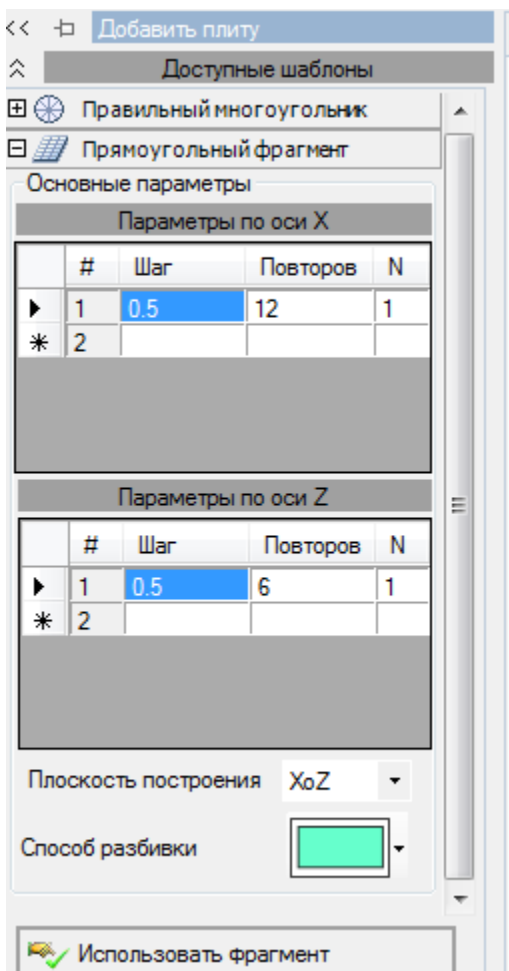

Рис. 107. Задание параметров балки-стенки
- тип создаваемой задачи — **(1) Плоская ферма или балка-стенка (X, Z)**. X, Z — возможные линейные перемещения узлов;
- Заполните параметры шаблона для создания балки-стенки. Шаг вдоль оси X — **0.5 м**, Повторов — **12**, Число конечных элементов N — **1**. Шаг вдоль оси Y — **0.5 м**, Повторов — **6**, Число конечных элементов N — **1** (рис. 107).